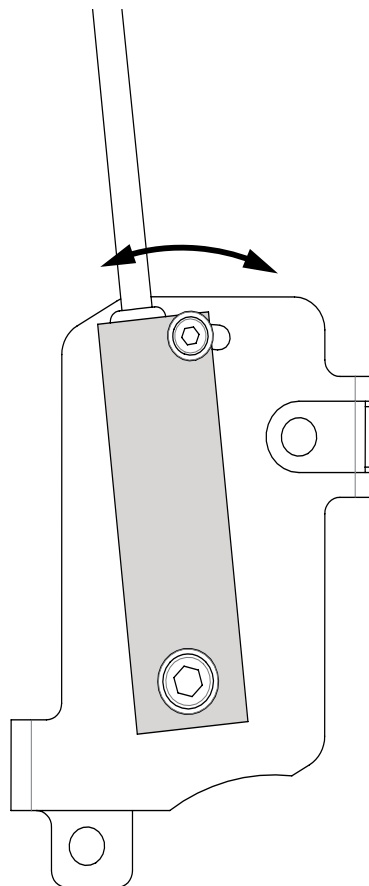

Figura 32. Ajuste del sensor de ángulo.
2. A menos que el ángulo sea de -10 grados. Afloje los dos tornillos que sujetan el sensor de ángulo IFM sin retirarlos. Consulte Figura 32.
3. Ajuste el sensor de ángulo y apriete los tornillos. Consulte Figura 32. Repita los puntos 1 a 3 hasta que la plataforma se detenga a -10 grados.